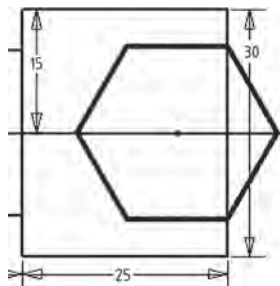

Рис. 15
- Команду *«Совмещение»* применяем к соответствующим вершинам шестиугольника (рис. 15).